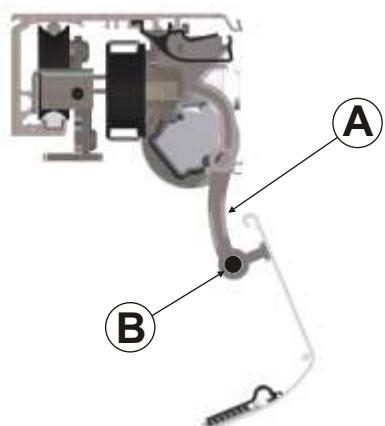

РИС.1
Для полного снятия кожука системы автоматизации нажать на концевую часть пальцев (B) на опорных шарнирах и снять их, вытягивая с противоположной стороны (РИС.1)